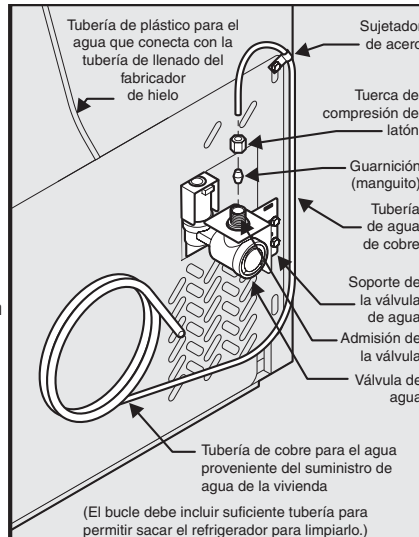
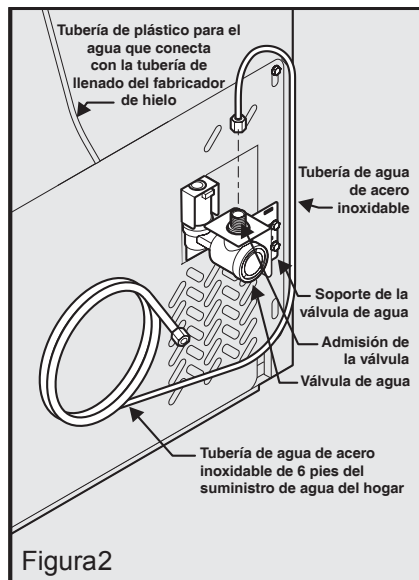

Figura 1
Figura 2
4. Si utiliza tuberías de cobre, deslice la tuerca de compresión de latón y la guarnición (manguito) en la tubería de suministro de agua. Inserte la tubería de agua en la admisión de la válvula de agua tan adentro como sea posible (1/4" / 6 mm). Inserte la guarnición (manguito) en la admisión de la válvula y apriete a mano la tuerca de compresión en la válvula. Apriete media vuelta adicional con una llave. NO apriete demasiado. Vea la figura 1. Si utiliza tuberías de acero inoxidable, la tuerca y la férula ya están colocadas en la tubería. Deslice la tuerca de compresión sobre la admisión de la válvula y apriétela a mano. Apriete media vuelta adicional con una llave. NO apriete demasiado. Vea la figura 2.